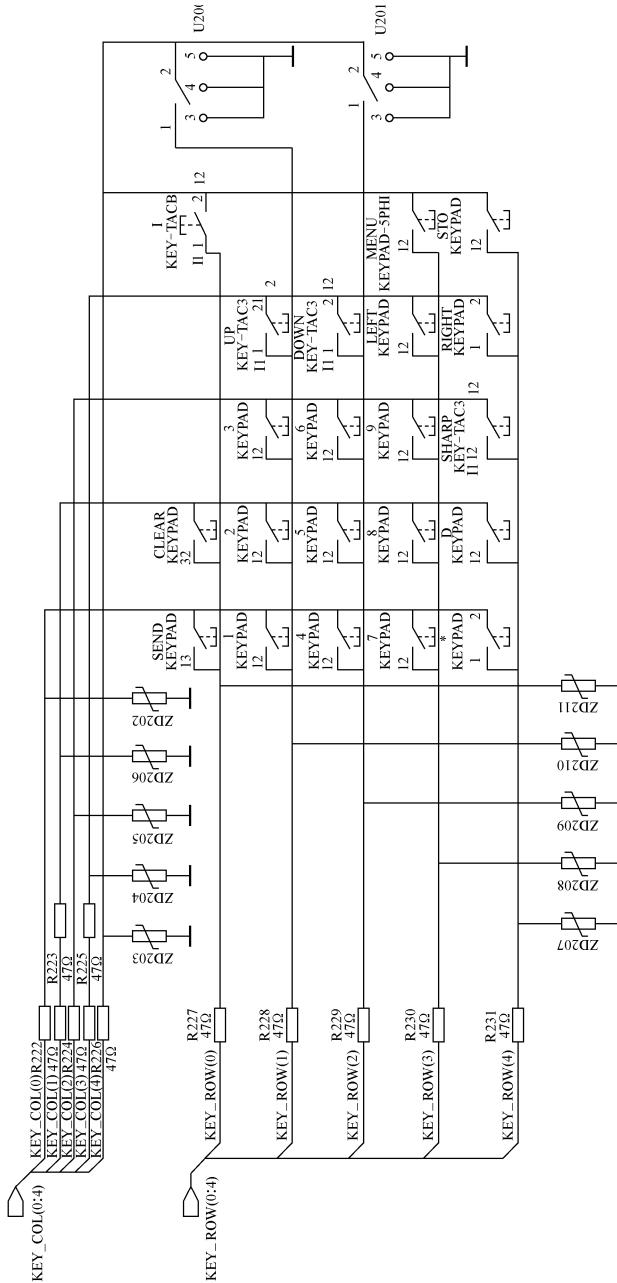

图 8-2 三星 S308 手机按键功能电路
故障检修：仔细查看如图 8-2 所示的按键功能电路，发现 1、2、3、UP 按键共用了一条行数据线 KEY_ROW (1)，同时还连接了另一个按键 U200，即侧键。知道了电路结构，故障应有两种情况：CPU 送出的行数据线 KEY_ROW (1) 断线；侧键的 1、2 端点与 3、4、5 端点短路，将高电平接地拉低，使得 1、2、3、UP 按键失灵。于是先拆除侧键 U200，加电开机试机，1、2、3、UP 按键正常，说明问题就在侧键 U200 短路，更换该按键，试机故障排除。